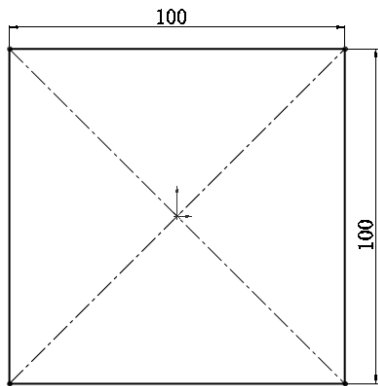

图 5-125 绘制草图 1
2) 绘制草图。在左侧的 FeatureManager 设计树中用鼠标选择“前视基准面”作为绘制图形的基准面。单击“草图”控制面板中的  (中心矩形) 按钮, 在坐标原点绘制边长为 100 的正方形, 标注尺寸后结果如图 5-125 所示。